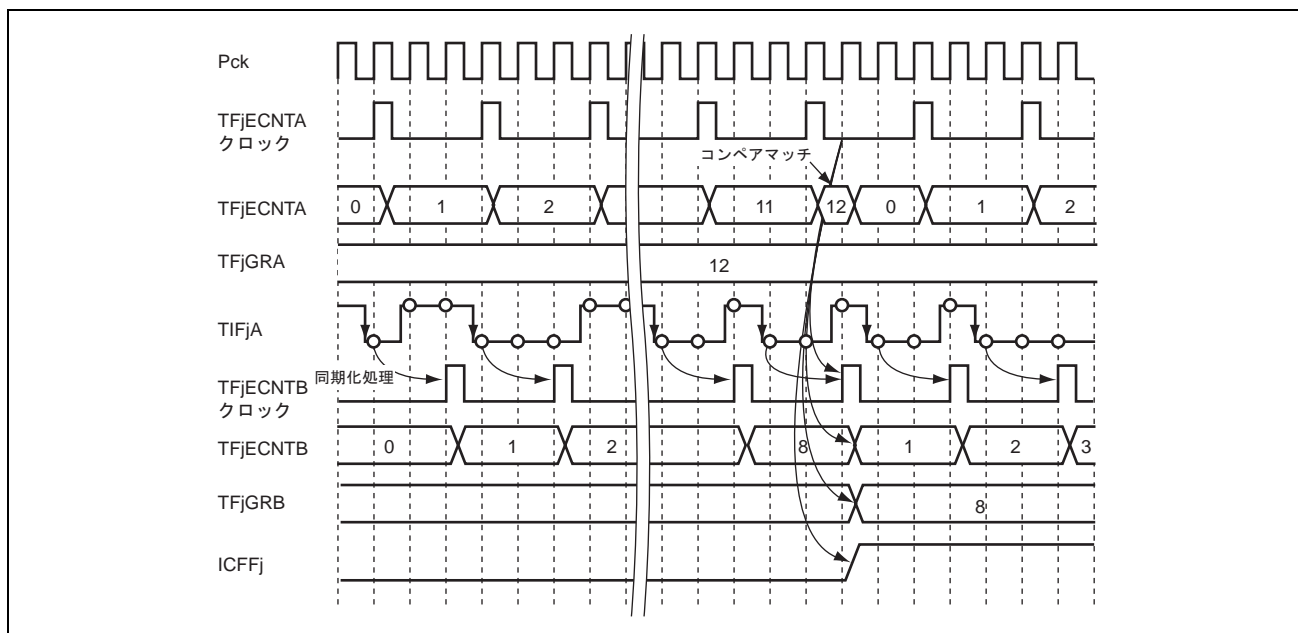

図 21.15 一定時間内エッジカウントの動作例 (コンペアマッチとイベントが同時)
- TFjECNTB : TIFjA 入力より与えられた信号のエッジをカウントします。カウント対象のエッジは、立ち上がり、立ち下がり、両エッジのいずれかを選択可能です。この例では立ち下がりエッジをカウントします。また、同期化処理のために TIFjA には 2 サイクルの遅れが生じます。TFjECNTA カウンタのコンペアマッチの検出後、次の Pck クロックに同期してカウント値をクリアします。コンペアマッチによるカウントクリアと同時にカウント対象エッジが与えられた場合は、カウンタクリアとエッジカウントを 1 サイクルの間に行ったものと見なし、カウント値は H'0001 となります。この例を図 21.15 に示します。